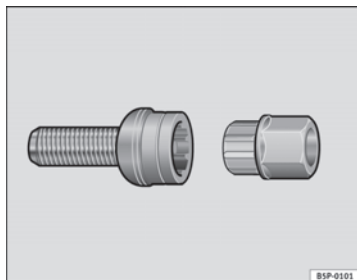

Fig. 132 Tornillo antirrobo de la rueda
- Coloque el adaptador hasta el tope en el tornillo antirrobo de la rueda ⇒ fig. 132.